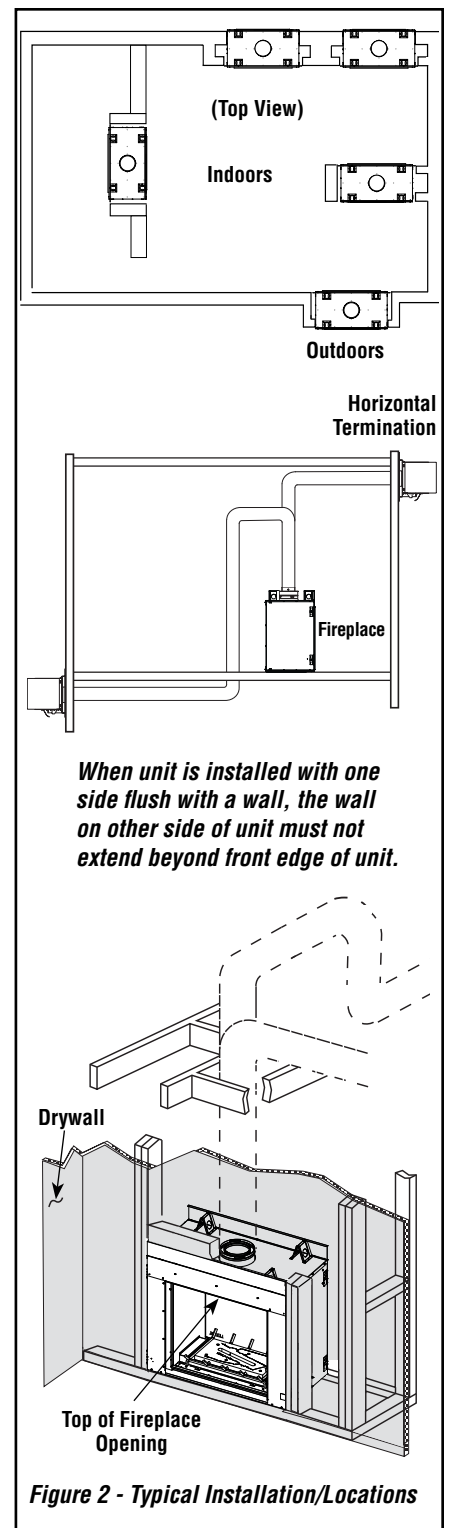

Figure 2 - Typical Installation/Locations
CAUTION: Due to high temperatures, the appliance should be located out of traffic and away from furniture and draperies (Figure 2).
AVERTISSEMENT : En raison des températures élevées, l'appareil devrait être installé dans un endroit où il y a peu de circulation et loin du mobilier et des tentures (Figure 2).
- In addition, when the unit is recessed, the side walls surrounding the unit must not extend beyond the front edge of the unit (see **Figure 2** on **Page 7**).